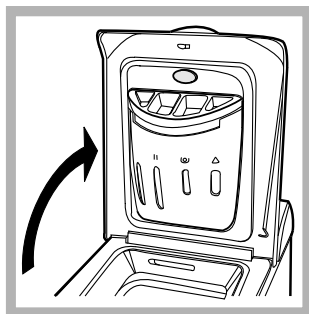

Fig. 1
A) ABERTURA (Fig. 1) Levante la tapa externa y ábrala completamente